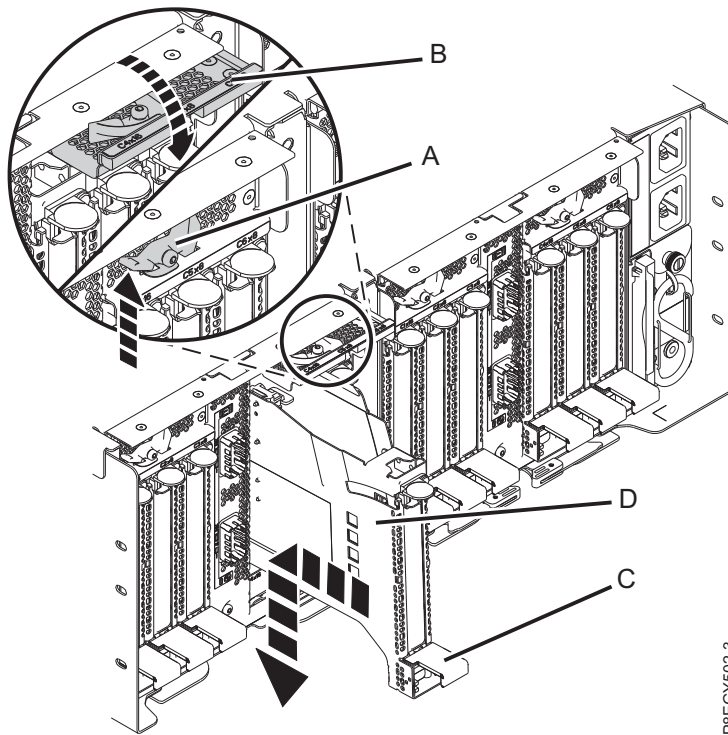

Abbildung 99. Leere PCIe-Adapterkassette im Einschub für PCIe3-Erweiterungen installieren
- b. Fassen Sie die Adapterkassette (**D**) vorsichtig an der oberen Kante an und richten Sie die Adapterkassette an dem Steckplatz aus. Siehe Abb. 99 auf Seite 98.
- d. Wenn die PCIe-Adapterkassette (**D**) vollständig in den Steckplatz geschoben ist, drücken Sie den Kassettengriff (**C**) nach unten, um die Adapterkassette (**D**) in ihrem Anschluss zu verriegeln. Siehe Abb. 99 auf Seite 98.
- e. Drehen Sie die Verriegelungsklappe (**B**) nach unten und drücken Sie sie in die geschlossene Position (siehe Abb. 99 auf Seite 98). Der Verriegelungshebel (**A**) rastet automatisch ein.